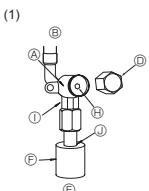

Fig. 5-5
(1) Skyčio pusė (Fig. 5-5)
- ① Nuimkite dangtelį ir iki galio 4 mm šešiakampiu raktu sukite vožtuvu trauklę prieš laikrodžio rodyklę. Jam stuktelėjus į stabdiklį, sustokite.